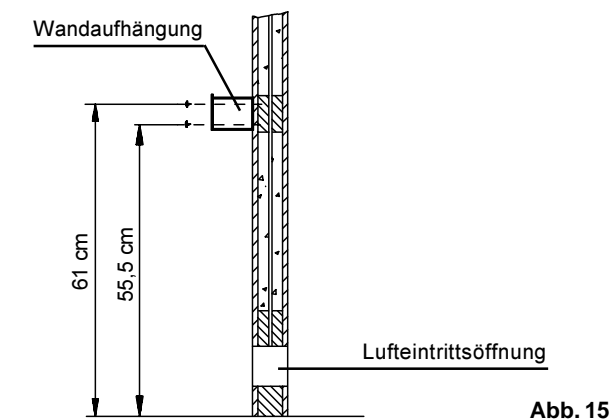

Abb. 15
- Wandhalterung gemäß Abb. 15 + 16 mittig über der Lufteintrittsöffnung mit den beigefügten Spanplattenschrauben an der Kabinenwand festschrauben.